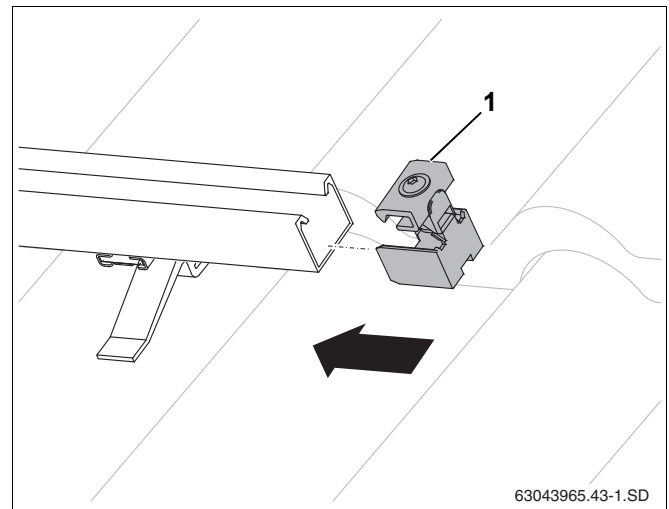

Рис. 44 Установка одностороннего зажима
- Вставьте односторонние зажимы (рис. 44, **поз. 1**) в профильные рейки на правой стороне поля коллекторов до фиксации их в первом продольном отверстии профильной рейки.